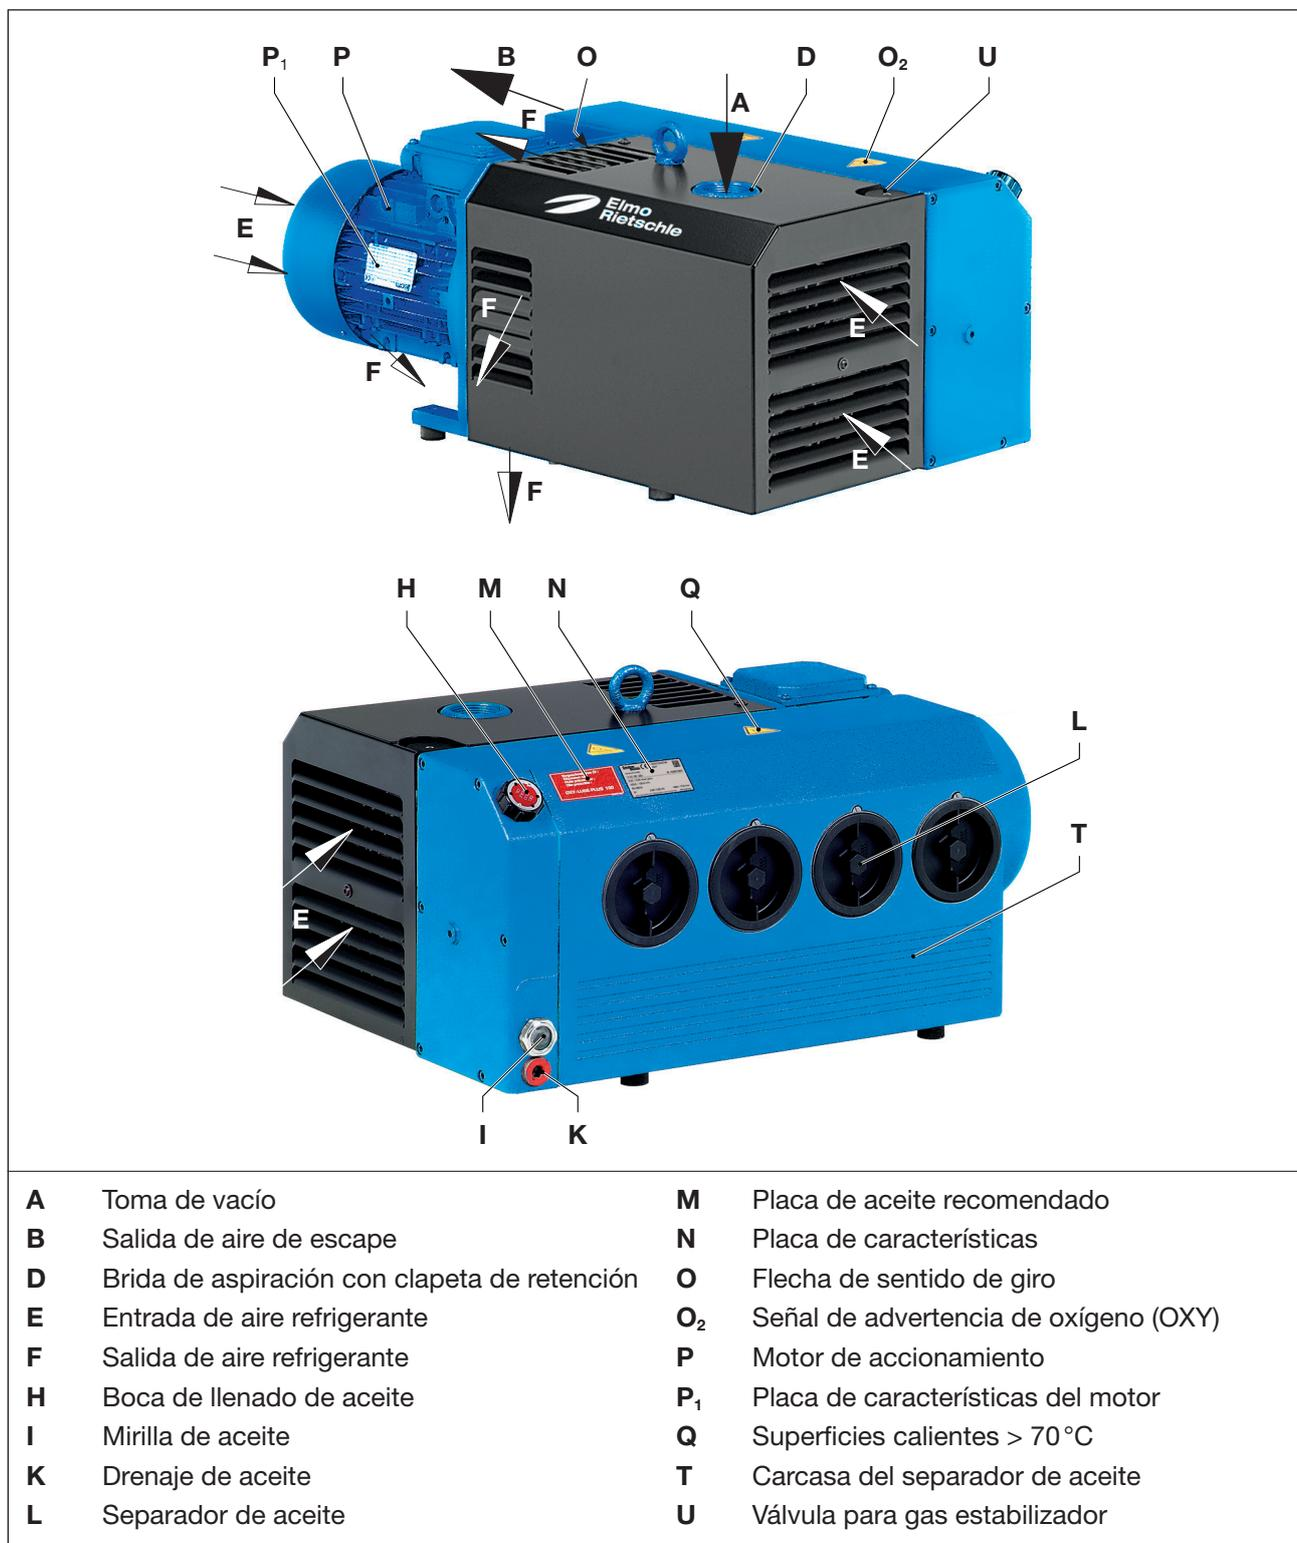

Fig. 2 Bomba de vacío V-VC 40-150 OXY
Una válvula de serie para gas estabilizador (Fig. 2/U) evita la condensación de pequeñas cantidades de vapor de agua en el interior de la bomba mientras esta aún está caliente. La compatibilidad con vapor acuoso puede variar según cada modelo de bomba (véase la hoja informativa I200).
- La brida de aspiración (Fig. 2/D), la boca de llenado de aceite (Fig. 2/H), la mirilla de aceite (Fig. 2/I), el drenaje de aceite (Fig. 2/K), la válvula para gas estabilizador (Fig. 2/U) y la carcasa del separador de aceite (Fig. 2/T) deben ser fácilmente accesibles.